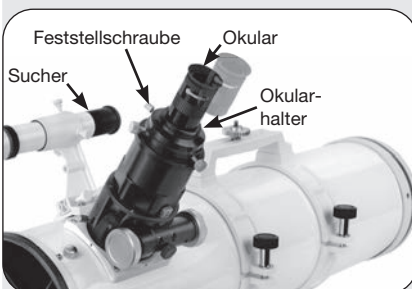

Abb. 10: Setzen Sie das Okular ein und ziehen Sie die Schrauben fest.
10. Einsetzen des Okulars (Abb. 10): Entfernen Sie zuerst die Staubschutzkappe vom Okularhalter auf der Fokussiereinheit. Legen Sie die Staubschutzkappe an einen sicheren Platz und setzen Sie sie wieder ein, wenn Sie mit dem Beobachten fertig sind, damit kein Schmutz in das Teleskop eindringt. Öffnen Sie die Okularklemmschrauben (1, Abb. 1a) und setzen Sie das mitgelieferte Okular (3, Abb.1a) in die Okularhalterung ein. Ziehen Sie anschließend die Schrauben handfest an, damit das Okular nicht herausrutscht.